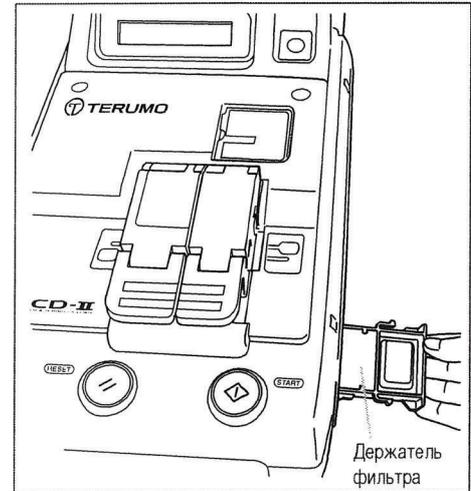

Рис. 21
1. Вытащите держатель с фильтром со дна TSCD®-II и удалите фильтр из держателя. (См. рисунок 21).